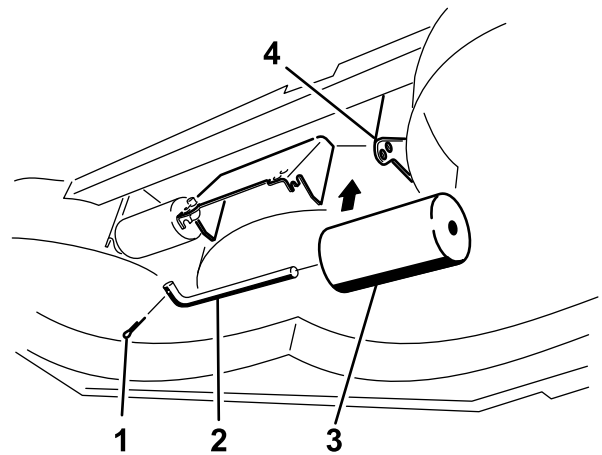

Bild 32
4. Nehmen Sie die Befestigungen ab, mit denen jede Rolle am Mähwerk befestigt ist, und schieben Sie die Rollen nach oben oder unten, siehe Bild 28 bis Bild 32 abhängig vom Mähwerk.